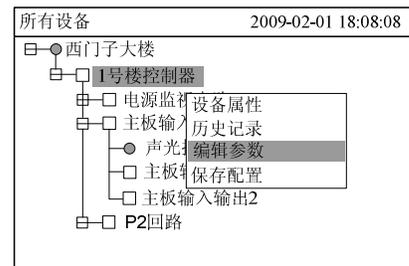
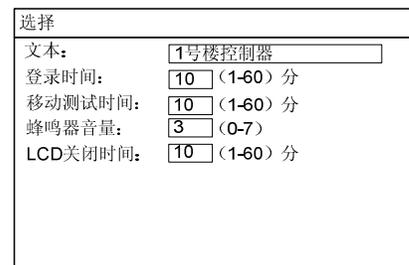

图 19-4
图 19-5
- 按“→”键弹出快捷菜单（图 19-4），然后按“↓”键选择“编辑参数”，再按“OK”键，进入参数修改界面（图 19-5）。